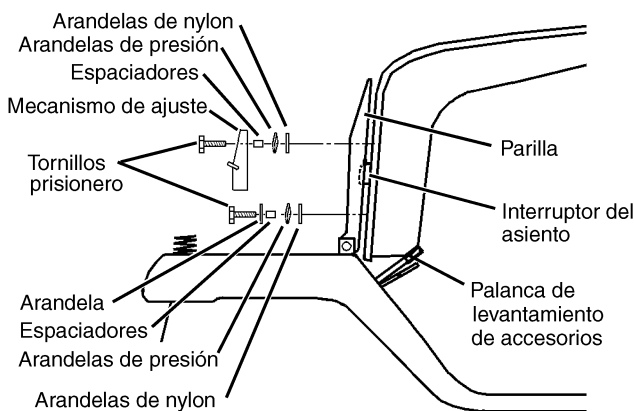

FIGURA 3
- Introduzca los pernos con tope por la parrilla y los dos orificios superiores del asiento (Vea la FIGURA 3). Apriete seguramente.